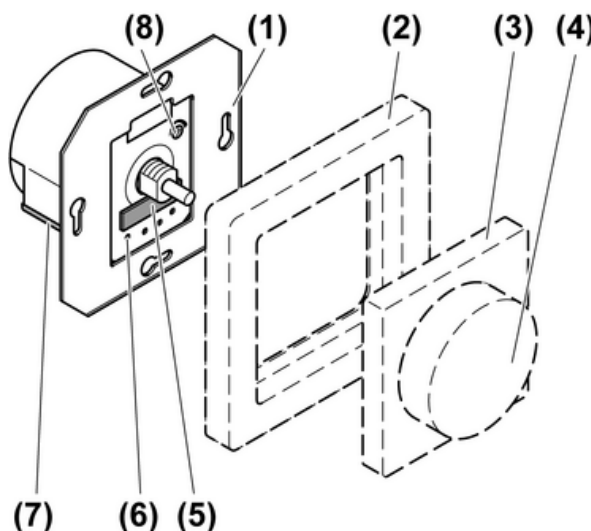

Bild 1: Geräteaufbau
- Grundhelligkeit durch Drehen des Einstellers (8) einstellen (Bild 1).